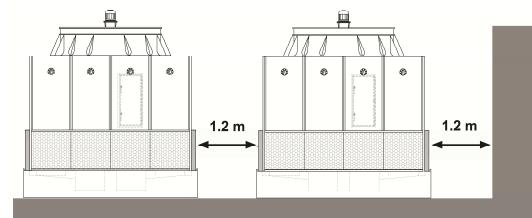

Fig. 7
- d) Due to reasons of operation and maintenance, a distance of, at least, 1,2 meters must be kept between the tower and the nearby walls or between two towers (Figure 7).
- d) Pour des raisons de fonctionnement et d'entretien, on doit garder, au minimum, une distance de 1,2 mètres entre la tour et les murs autour ou entre les tours elles mêmes (figure 7).